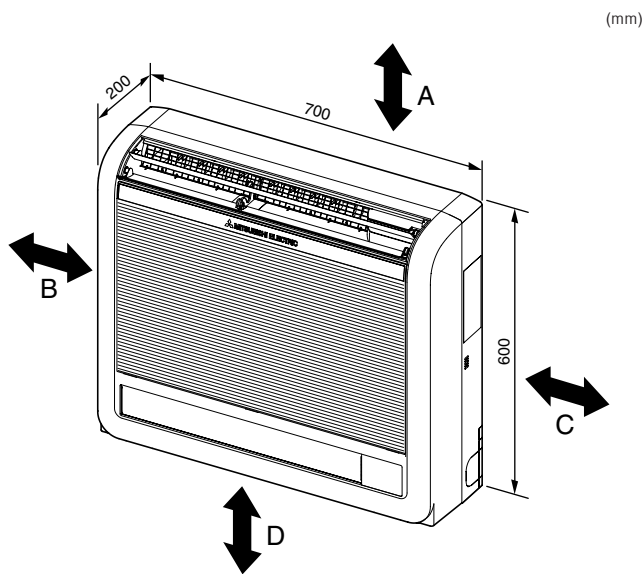

Fig. 2-1
①	Σωλήνας αποχέτευσης	1
②	Κάλυμμα σωλήνα	1
③	Ταινία στήριξης	2
④	Βάση ανάρτησης εσωτερικής μονάδας	1
⑤	Βίδα στήριξης για το ④ 4 × 25 mm	5
⑥	Ξυλόβιδα για τη στερέωση της εσωτερικής μονάδας	4
⑦	Ροδέλα του ⑥	4
⑧	Ταινία πλίσματος (Χρησιμοποιείται για αριστερή ή πίσω-αριστερή σωληνώση)	1
⑨	Καλώδιο ελεγκτή εξ αποστάσεως MA	1
2.1. Εξωτερικές διαστάσεις (Εσωτερική μονάδα) (Fig. 2-1)